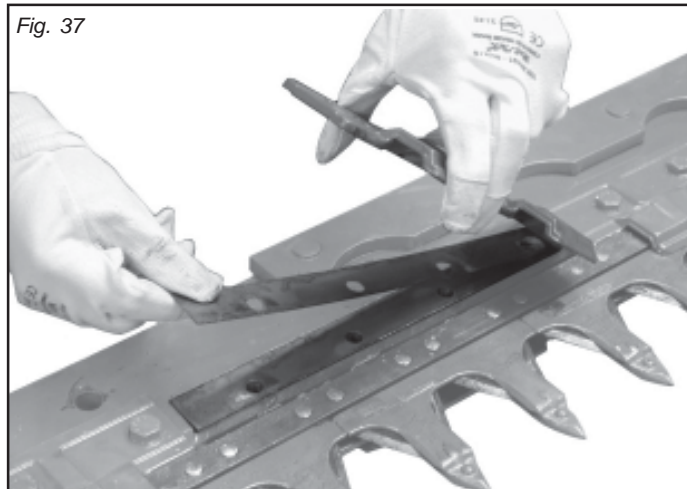

Fig. 37
- quite uno o varios espaciadores (Fig. 37);